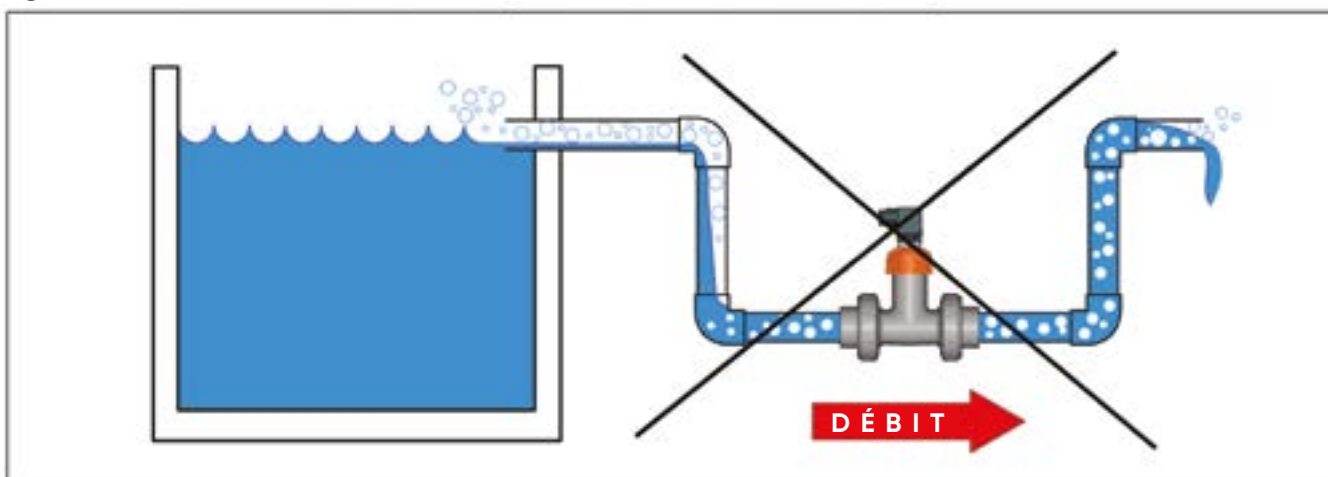

Fig. 4
- Dans les systèmes gravitaires, le raccordement au réservoir doit être conçu de manière à ce que le niveau ne descende pas en dessous de la prise, pour éviter que le tuyau n'aspire de l'air du réservoir, affectant la qualité des mesures du capteur (**Fig. 4**).